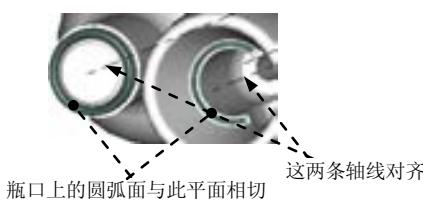

图 7.10.4 元件装配约束
Step2. 装配子装配件：打开子装配件 asm_sp2_ok.asm；定义第一个装配约束 对齐，如图 7.10.4 所示；定义第二个装配约束 相切。